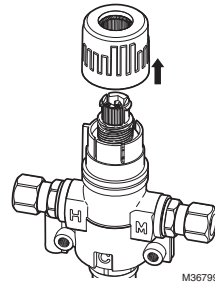

Fig. 3. Retire la perilla de ajuste manual.
2. Retire la perilla tirando de ella. Consulte la Fig. 3.